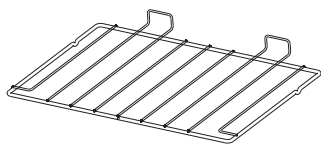

Fig. 2.21
- 1 drop shelf (**Fig. 2.21**)